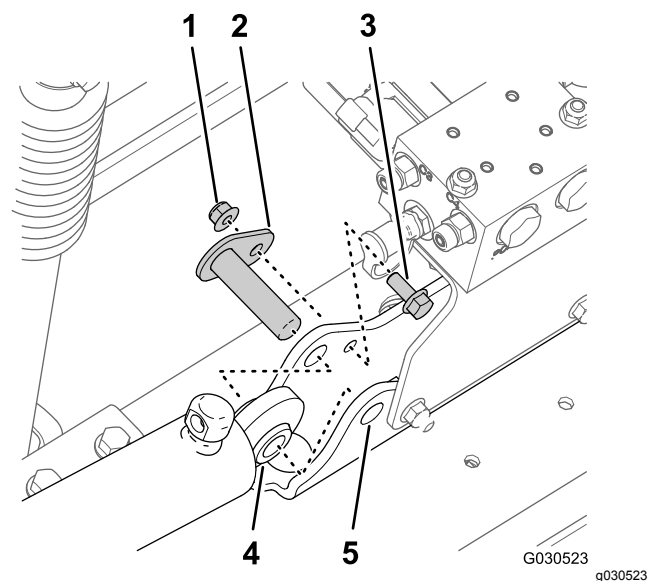

Figure 73
4. Retirez le contre-écrou à embase (5/16") et le boulon à embase (5/16" x 3/4") qui fixent l'axe de pivot au support de vérin (Figure 73).
5. Déposez l'axe de pivot et le vérin de levage de la machine (Figure 73).